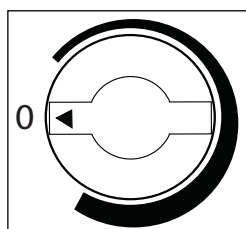

Fig. 2
- Tournez la commande en position «0» (OFF) **(Voir la Fig. 2).** Pour couper temporairement le cycle de refroidissement. Lorsque le cabinet à vins n'est pas utilisé pendant une longue période, débranchez la prise de courant et laissez la porte partiellement ouverte. Régler la commande à la position "OFF" pour arrêter temporairement le cycle de refroidissement. Si le refroidisseur de vin ne doit pas être en marche pendant quelques temps, débrancher la prise et laisser la porte entre-ouverte.